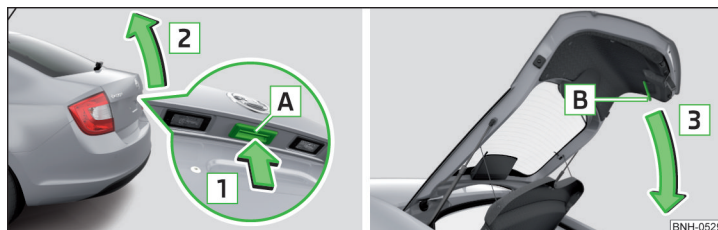

Fig. 48 Abrir/cerrar la tapa del maletero
- Para **abrir** la tecla **A** presionar en el sentido de la flecha **1** » fig. 48.
Se desactiva la tecla **A** » fig. 48 cuando se arranca o a partir de una velocidad de más de 5 km/h. Después de parar el vehículo y abrir una puerta se volverá a activar la tecla.